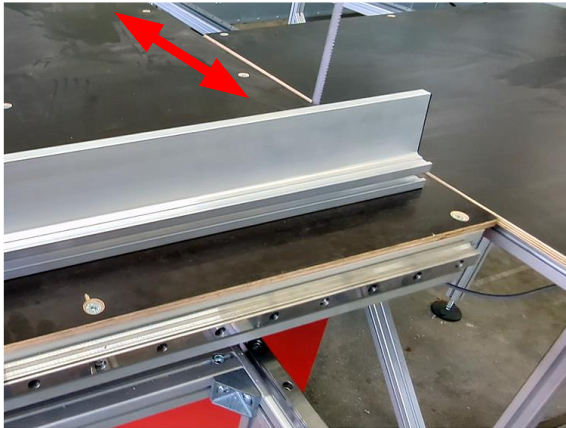

Abbildung 16: Ausrichtung über die gesamte Länge prüfen
1. Überprüfen Sie durch mehrmaliges Hin- und Herschieben (siehe Pfeil in ⇒ Abbildung 16), ob der Schiebetisch über den gesamten Verfahrensweg parallel zum Sägeblatt läuft.